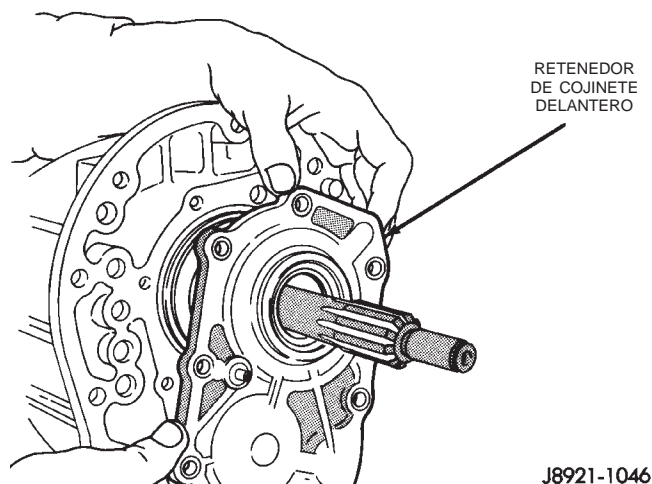
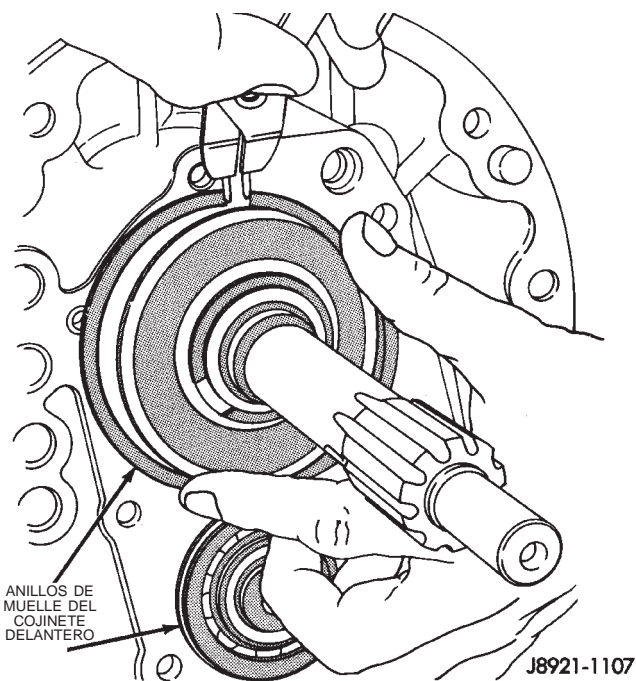

Fig. 36 Instalación del retenedor de cojinete delantero
Fig. 35 Instalación de anillos de muelle del cojinete delantero
(4) Instale anillos de muelle nuevos en el cojinete delantero (Fig. 35).
(5) Instale la empaquetadura del retenedor de cojinete delantero en el retenedor de cojinete delantero.
(6) Instale el retenedor de cojinete delantero (Fig. 36) y apriete los pernos con una torsión de 17 N·m (12 lbs. pie).